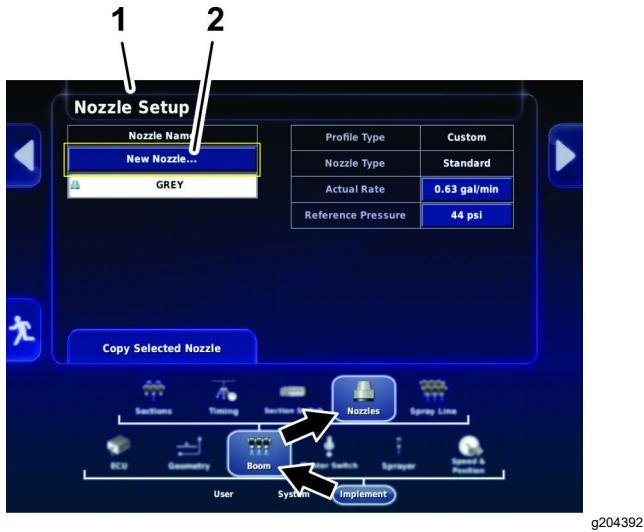

Figura 76
- Pressione o ícone de Acessórios, ícone de Rampa e ícone de Bicos (Figura 76).
- No ecrã de Configuração de bico, pressione o ícone de NOVO BICO... na parte superior do ecrã (Figura 76).